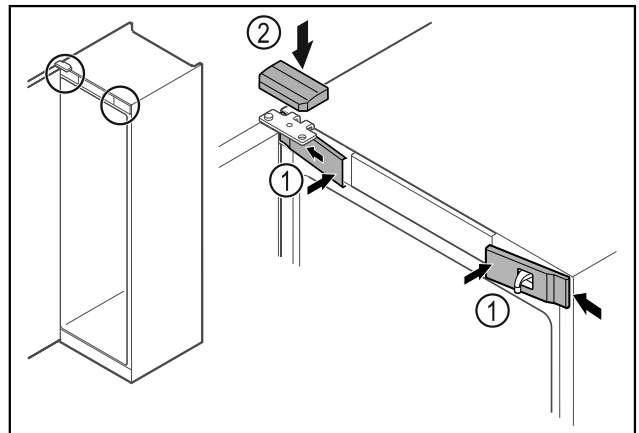

Fig. 40
- Accrocher les caches avant Fig. 40 (1) par les côtés et les enclencher.
- Insérer le cache supérieur Fig. 40 (2) par le haut.